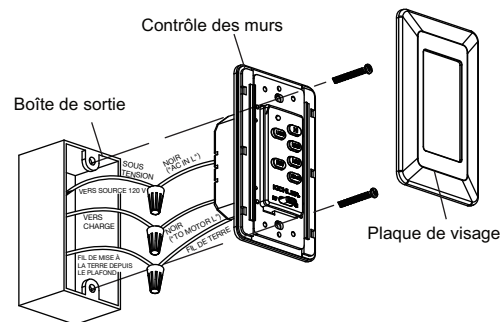

Fig. 30
Étape 2. Placez le contrôle du mur à la boîte de sortie, connectez les fils avec les connecteurs de fil fournis. (Fig. 30)
Étape 3. Sécurisez les connexions de fils et assurez-vous qu'il n'y a pas de brins ou de connexions lâches. Remettez les connexions de fil à l'intérieur de la boîte de sortie et fixez le contrôle de mur à la boîte de sortie avec des vis fournies. Ajustez la plaque de visage au contrôle de mur. (Fig. 30)